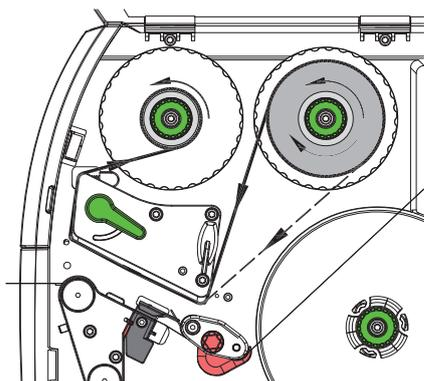

Рис. 22 Ход трансферной ленты
5. Удерживая рулон с трансферной лентой (1), поверните вращающуюся ручку намотчика (3) против часовой стрелки до полной фиксации рулона.
6. Установите подходящий сердечник трансферной ленты (4) на намотчике (5) и закрепите аналогичным образом.
7. Проведите трансферную ленту через печатный узел, как показано на рис. 22.
8. Закрепите начало трансферной ленты с помощью клейкой ленты на сердечнике (4). При этом намотчик трансферной ленты должен вращаться против часовой стрелки.
9. Поверните намотчик трансферной ленты (5) против часовой стрелки, чтобы выровнять ход ленты.
10. Поверните рычаг (6) по часовой стрелке, чтобы зафиксировать печатающую головку.